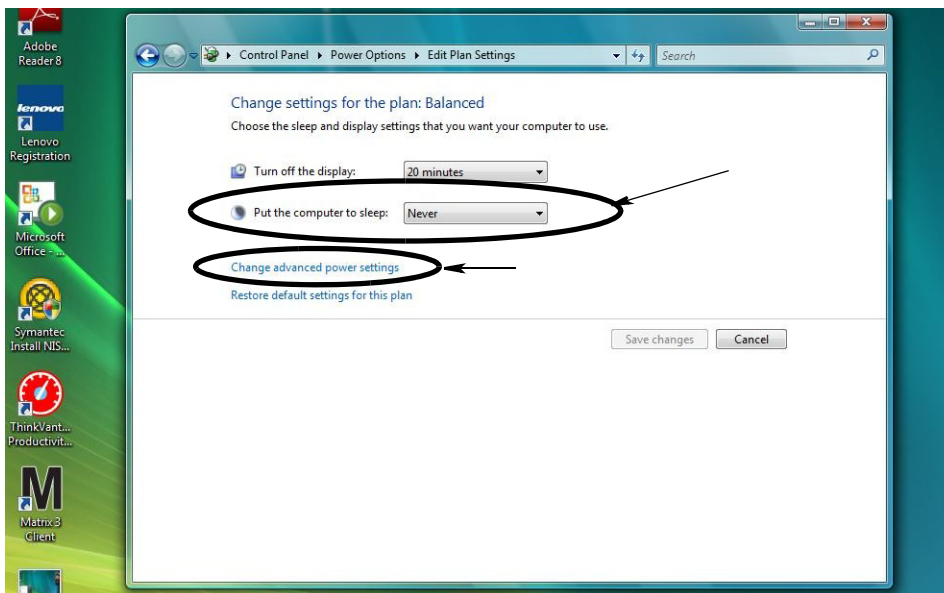

Рис. 35
4. В поле «Переводить компьютер в спящий режим» выберите НИКОГДА. Потом перейдите по ссылке «Изменить дополнительные параметры питания» (Рис. 35).